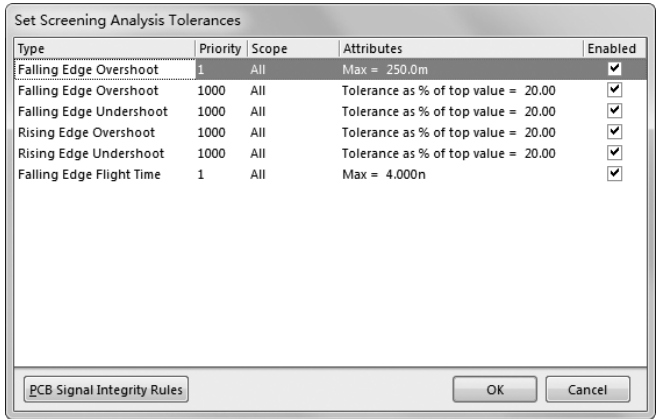

图 13-34 “Set Screening Analysis Tolerances”对话框
- “Set Tolerances”（设置公差）：选择该命令后，系统将弹出如图 13-34 所示的“Set Screening Analysis Tolerances”（设置公差）对话框。公差（Tolerance）用于限定一个误差范围，代表了允许信号变形的最大值和最小值。将实际信号的误差值与这个范围相比较，就可以查看信号的误差是否合乎要求。对于显示状态为“Failed”（失败）的信号，其主要原因是信号超出了误差限定的范围。因此在进行进一步分析之前，应先检查公差限定是否太过严格。